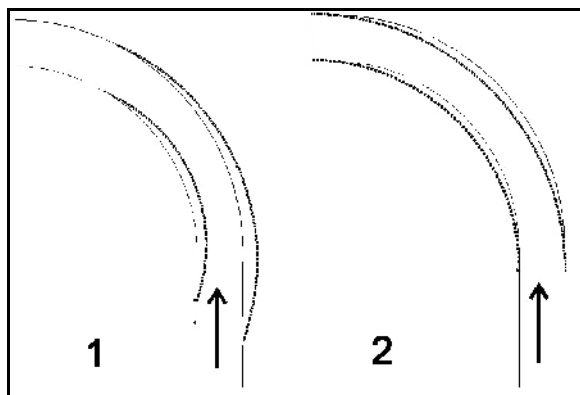

Fig. 49
- Máquina excesivamente guiada (Fig. 49/1):
- Máquina insuficientemente guiada (Fig. 49/2):